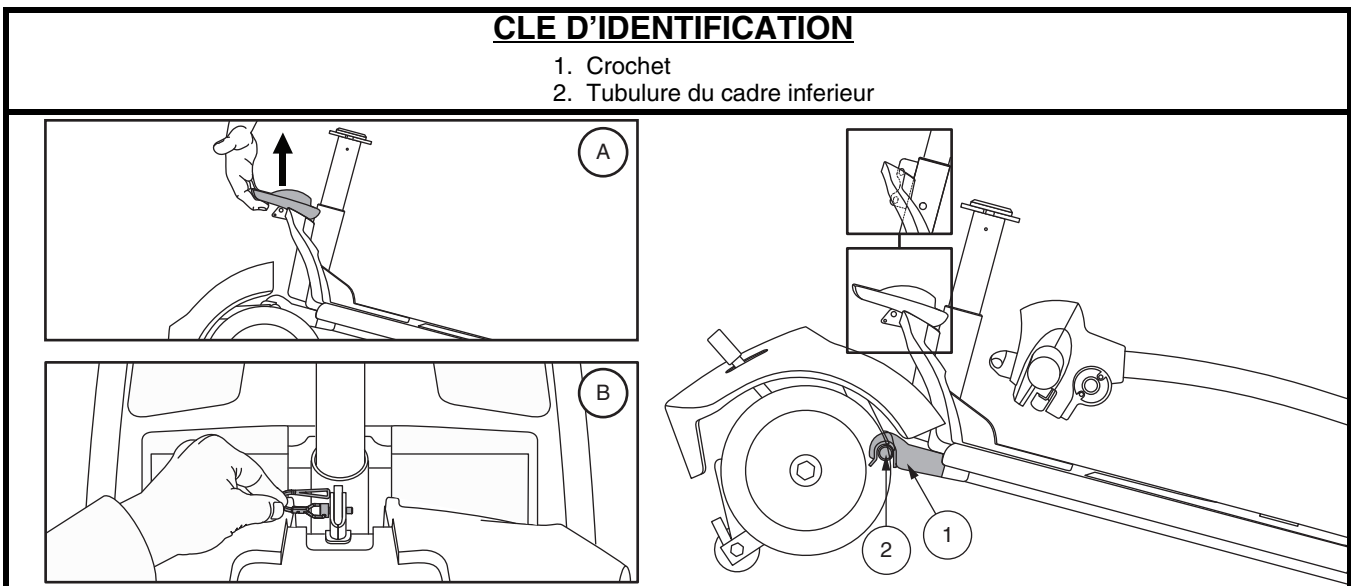

Figure 26. Levier de blocage du cadre (Style A) et Libérez la goupille de verrouillage de blocage du châssis (Style B)
4. Séparez doucement les sections du Travel Scooter. **Voir la figure 26.**
NOTE: Avant de débuter l'assemblage, basculez légèrement la section arrière du Travel Scooter vers ses rolettes antibascule tel que montré dans la figure 26.
1. Soulevez la section avant par le levier de blocage (ou le mât du siège sur les modèles 36, 83, et 84) et alignez les crochets avec la tubulure de la section arrière. **Voir la figure 26.**
2. Une fois que les crochets du châssis sont sur le tube inférieur du châssis, abaissez la section inférieure avant et faites pivoter la section arrière simultanément. Ceci engagera le verrouillage du châssis automatiquement pour les modèles 40X, 44X, 40E, 44E, 40LX, 44LX, 50LX, 54LX, 53, 53HD, 54, 54HD, 73, et 74. Pour les modèles 36, 83, et 84, vous aurez besoin de réinstaller la goupille de verrouillage du châssis pour terminer l'assemblage du corps. **Voir la figure 26.**